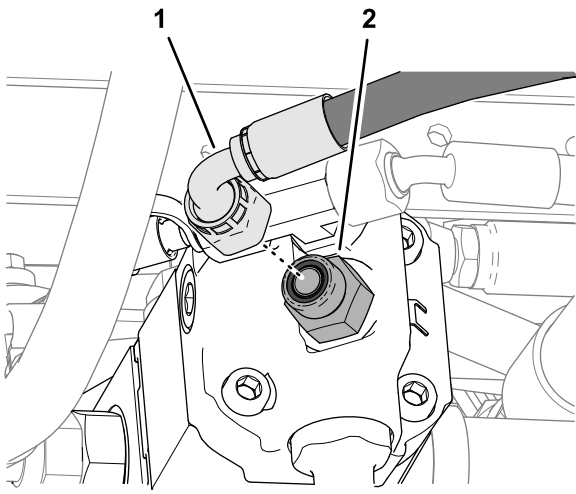

Figura 137
6. Monte el acoplamiento de 90° de la manguera de 10 mm x 660 mm ($\frac{3}{8}$ " x 26") en el acoplamiento recto, y apriete el acoplamiento de la manguera (Figura 137).